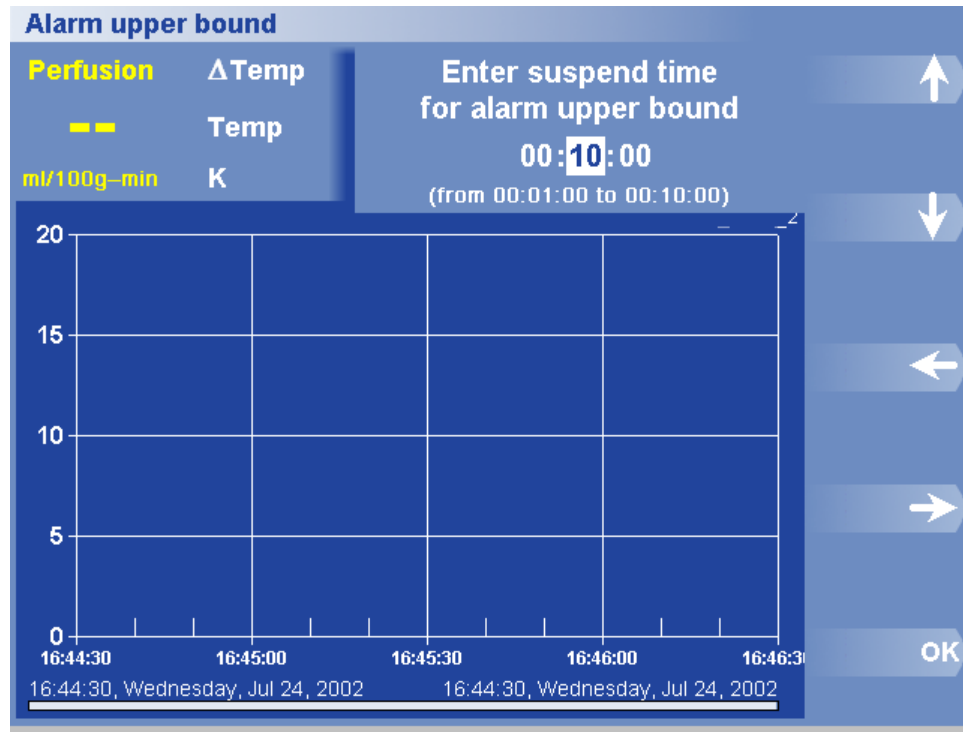

Figure 28. Boîte de dialogue et menu Heure de suspension de la limite supérieure de l'alarme
2. Cliquez sur Suspend Time (Heure de suspension). La boîte de dialogue Heure de suspension apparaît (figure 28).